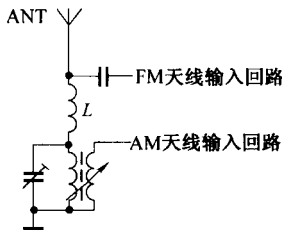

图 1-3 天线输入回路抗干扰电路
(1) 在天线输入回路设计抗干扰电路：如图 1-3 电感 L 约 $4.7\mu\text{H}$ 为高频扼流圈 与输入分布电容构成 80MHz 左右的谐振电路 以消除 AM 接收时的高频干扰。也有的机型，在中频处理电路中采用汽车专用的抗干扰集成电路，以进一步提高抗干扰能力。